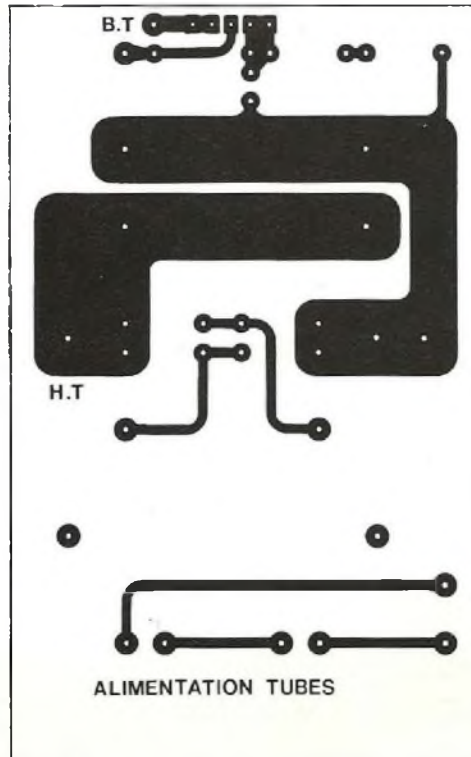

Fig. 5
- 2 cartes amplification en courant recevant chacune le transistor de puissance MOS-FET et deux régulateurs. Les implantations sont proposées aux figures 5, 6 et 7 à l'échelle 1 afin de faciliter le travail des lecteurs qui gravent eux-mêmes leurs circuits.